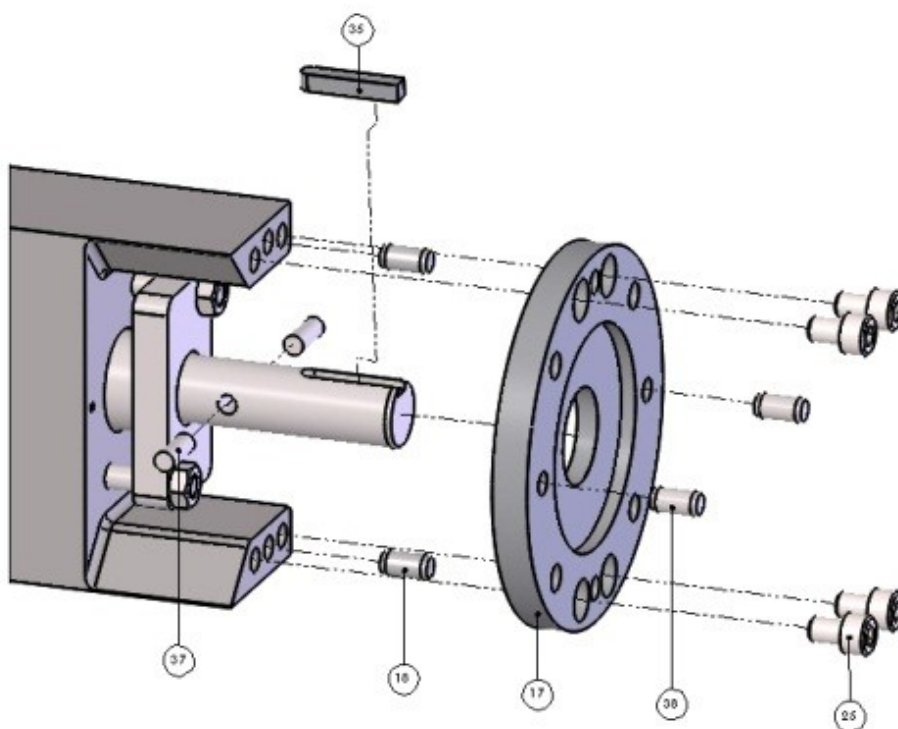

Fig. 5c
- f. Monte o colar anti-expulsão (Item 37). (ver fig. 5c)
- h. Coloque a chaveta (item 35) no eixo (item 8).